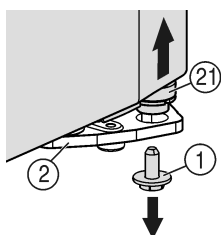
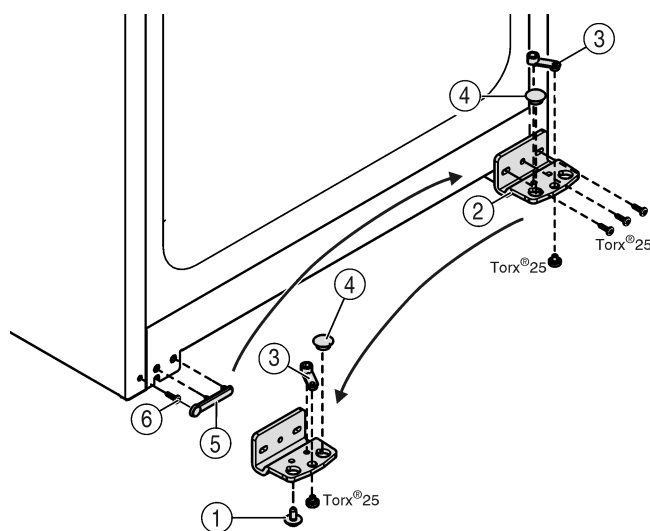

Fig. 4
Fig. 5
- In basso a destra nel blocco di supporto svitare la vite di arresto Fig. 4 (1).
- Il perno di supporto Fig. 4 (21) si stacca dal blocco di supporto Fig. 5 (2).
- Se il perno di supporto Fig. 4 (21) non si stacca, estrarre il perno dal basso.
- Svitare il blocco di supporto Fig. 5 (2).
- Svitare l'elemento di supporto Fig. 5 (3) e spostarlo nel foro di alloggiamento opposto del blocco di supporto, serrarlo nuovamente.
- Estrarre il tappo Fig. 5 (4) dal blocco di supporto e spostarlo nel foro di alloggiamento opposto del blocco di supporto.
- Togliere la copertura Fig. 5 (5) lato maniglia facendo attenzione.
- Svitare la vite Fig. 5 (6) e inserirla di nuovo sul lato opposto.
- Applicare nuovamente sopra la copertura Fig. 5 (5).
- Fissare nuovamente il blocco di supporto Fig. 5 (2) sul nuovo lato cerniere **fermamente a 4 Nm** eventualmente servendosi di un avvitatore a batteria.
- Avvitare la vite di arresto Fig. 4 (1) in basso nel perno di supporto e serrare **(a 4 Nm)**.